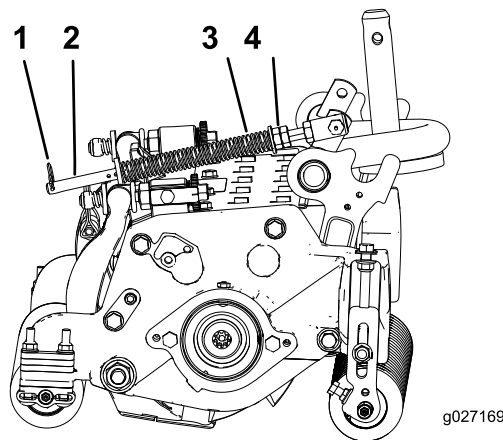

Figura 16
1. Verificate che la coppiglia sia montata nel foro posteriore dell'asta della molla (Figura 16).
compressa della molla non è di 15,9 cm (Figura 16).